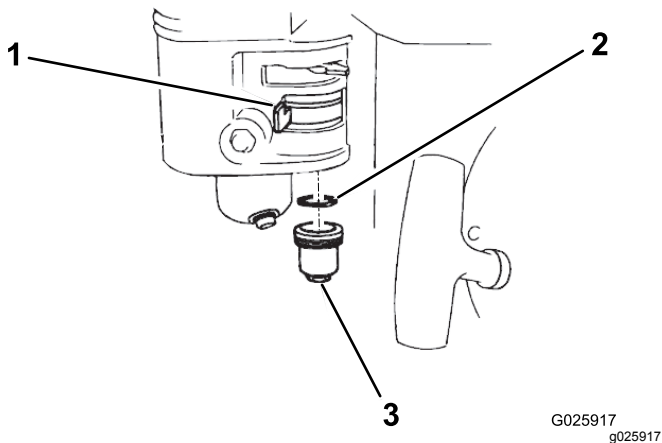

図 33
2. 燃料バルブを OFF 位置にする **図 33**。
3. 異物収集カップとOリングを外す **図 33**。
6. Oリングを燃料バルブにセットし、カップを元通りに取り付ける **図 33**。異物収集カップを十分に締め付ける。